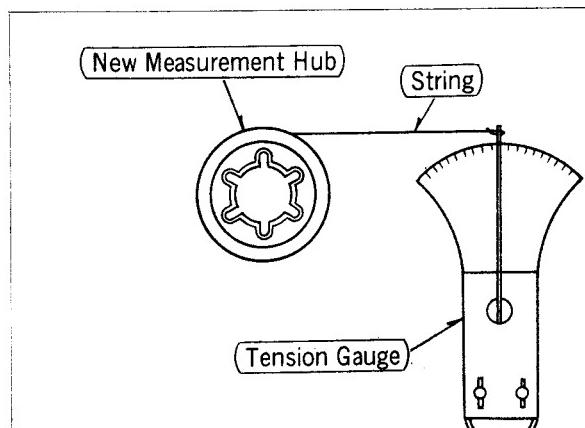

Fig. 5
1. Place the set in PLAYBACK mode, and place the new measurement hub with the tension gauge onto the takeup reel table, as shown in fig. 5.
1. Poner el aparato en estado de PLAYBACK (reproducción), y colocar el nuevo cubo para medir con el medidor de tensión sobre el banco de la bobina receptora, como se muestra en la fig. 5.
1. Mettre l'appareil en mode de lecture (PLAYBACK) et placer le nouveau moyeu de mesure muni de la jauge de tension sur le plateau de la bobine réceptrice, comme indiqué à la figure 5.